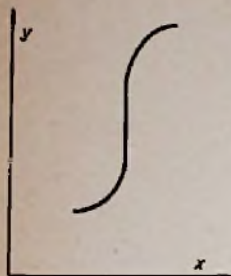

Bild 10. Eine Funktion $f(x)$, deren Grenzwert an der Stelle x unendlich wird
Wird in (3) der Grenzwert unendlich (Bild 10), so spricht man von einer „uneigentlichen Differenzierbarkeit“. Auch solche Funktionen sind differenzierbar, sofern gilt: $|h| < \delta(\epsilon)$